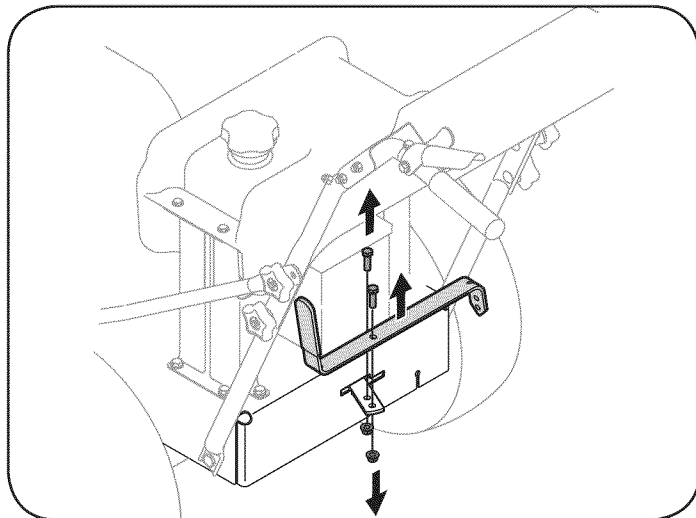

Figura 4
1. Extraiga el tornillo de 5/6-18" y la tuerca de seguridad que sujetan la palanca de cambio a la placa de la palanca de cambio, Figura 4.
2. Extraiga el tornillo y la tuerca restantes de la placa de la palanca de cambio inferior, Figura 4.